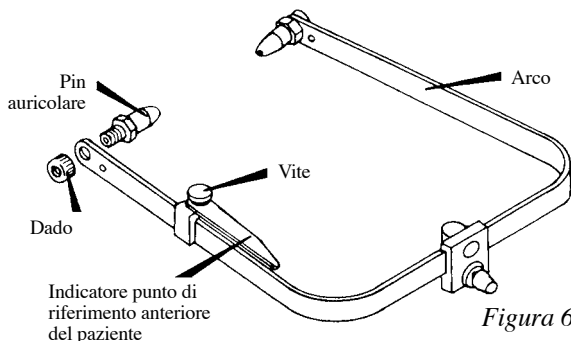

Figura 6
1. Attaccare con le dita gli auricolari all'arco usando i dadi zigrinati, Figura 6. Con l'arco-Spring Hanau non sono necessari attrezzi.